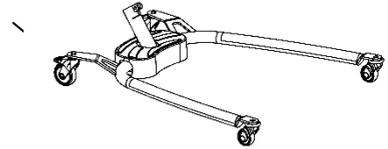

Fig. 1.6A
1. Placez le châssis au sol et bloquer les roues à frein (Fig. 1.6A).